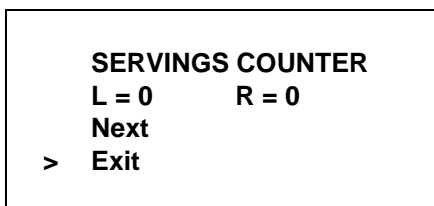

Figura 197
**Nota:** o CONTADOR DE PORÇÕES será zerado automaticamente após a limpeza da máquina com escovas. (Veja a Figura 197.)